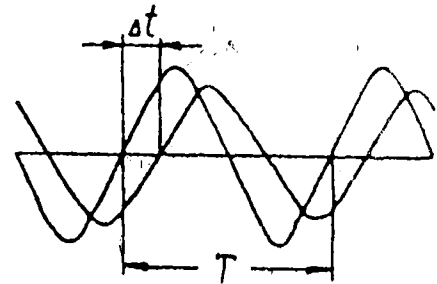

Рис. 9.6
4. Определить угол сдвига фаз между током в цепи и входным напряжением при частоте 20 кГц. Для этого измерить в делениях шкалы экрана осциллографа сдвиг по времени Δt между изображениями двух исследуемых сигналов и период колебаний T (рис. 9.6). Разность фаз рассчитать по формуле
4. Определять угол сдвига фаз между током в цепи и входным напряжением при частоте 30 кГц. Для этого измерить в делениях шкалы экрана осциллографа сдвиг по времени Δt между изображениями двух исследуемых сигналов и период колебаний T (см. рис. 9.6). Разность фаз рассчитать по формуле (9.31).